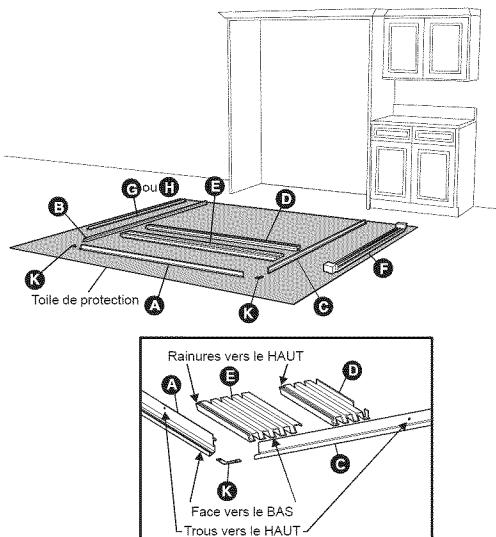

Figure 1
- Disposez les pièces face vers le bas sur une surface dégagée. Assurez-vous de placer une toile de protection sur le plancher pour éviter d'égratigner le nécessaire de garnitures et/ou le plancher. Reportez-vous à la figure 1.